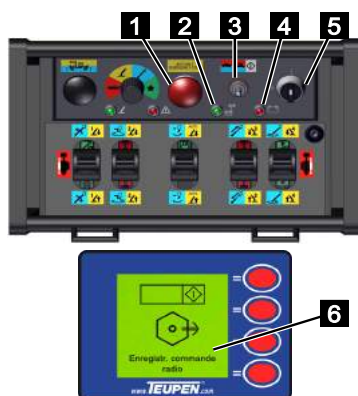

Fig. 70
3. S'assurer que le bouton d'arrêt d'urgence sur la commande radio (Fig.70/1) n'est pas actionné.
4. Pour mettre la commande radio en marche, tourner le commutateur (Fig.70/5) dans le sens des aiguilles d'une montre sur [1].
- La commande radio émet 2 bips, le voyant de la pile (Fig.70/4) clignote 2x.
- Le voyant Trajet radio (Fig.70/2) clignote rapidement.
5. Le message « Enregistrer la commande radio » (Fig.70/6) s'affiche à l'écran. Faire basculer l'interrupteur à bascule (Fig.70/3) vers la droite sur [Démarrage].
- Le voyant Trajet radio (Fig.70/2) clignote lentement.
Après une coupure radio (p. ex. pour changer la pile), il faut de nouveau signaler la commande radio à l'émetteur en faisant basculer l'interrupteur à bascule (Fig.70/3) sur [Démarrage].